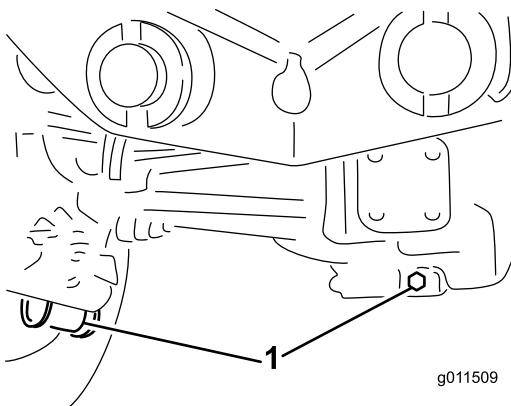

Figura 91
- Limpe a zona em redor dos 3 tampões de escoamento, 1 em cada extremidade e 1 no centro (Figura 91).